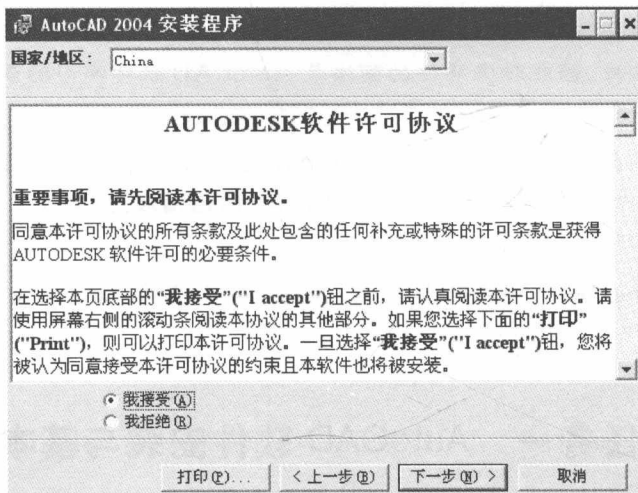

图 1-3
②单击【下一步】按钮后,将弹出“软件许可协议”对话框,如图 1-3 所示。选择【我接受】,单击【下一步】按钮继续安装程序。